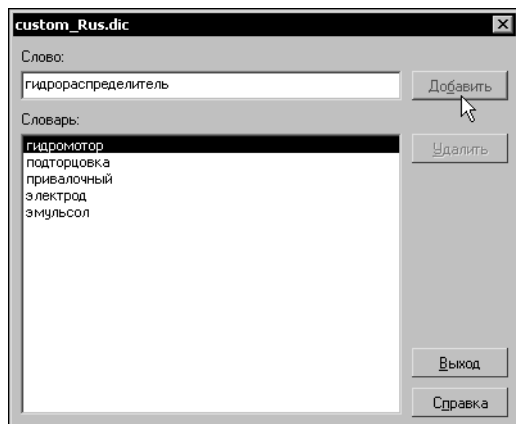

Рис. 66.5. Диалог редактирования вспомогательного словаря
3. В появившемся на экране диалоге редактирования словаря (рис. 66.5) выполните одно из следующих действий: